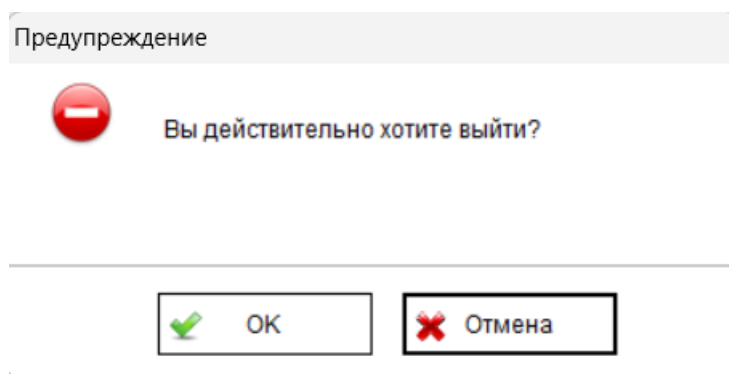

Рисунок 17 – Подтверждение выхода из программы
- Выход. Нажатие закрывает программу после подтверждения, нажав ОК в всплывающем окне (рисунок 17)